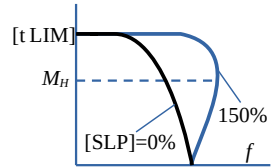

Рисунок 5.2: Компенсація ковзання
Параметр **[Slip compensation] [SLP]** = 0 ... 300% дає змогу змінити жорсткість механічної характеристики приводу (рис. 5.2). Як правило, за **[SLP]** = 100% механічна характеристика є абсолютно жорсткою і ковзання відсутнє. Перекомпенсація може призвести до отримання механічної характеристики з негативним нахилом і нестійкої роботи приводу. Параметр **[SLP]** = (0), якщо обрано закон **[Ctt]** = **(UFq)**.